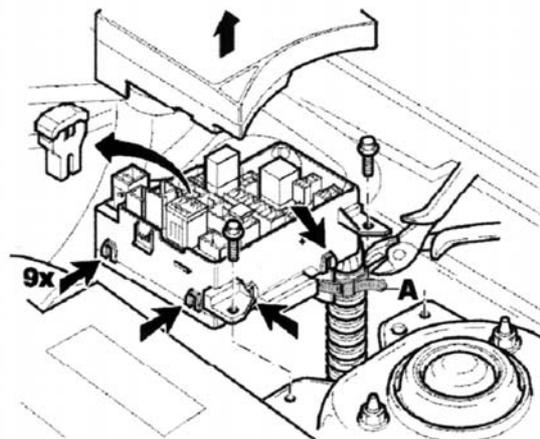

Figura 2
- Aprire la scatola portafusibili e rimuovere il fusibile da 50 ampere dell'impianto ABS (figura 2).
ABS e separarlo per quanto possibile dall'isolamento (figura 2).